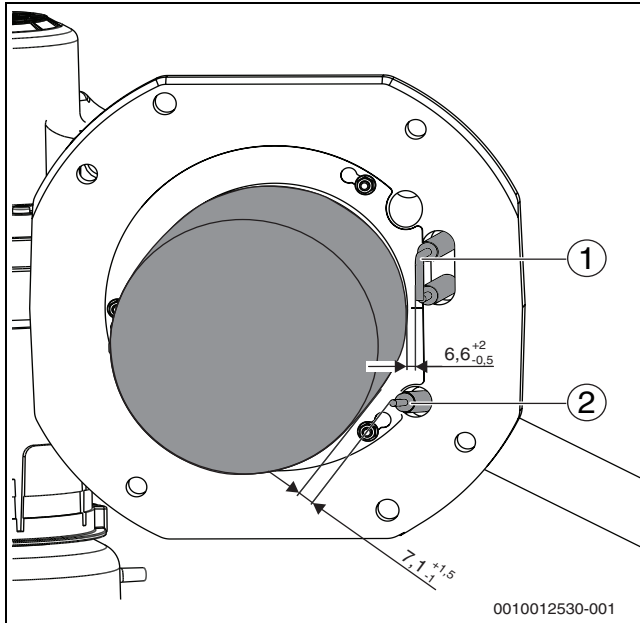

Bild 54 Elektrodenposition (Maße in mm)
- ▶ Abstände der Elektroden messen und mit den Vorgaben in Bild 54 vergleichen.